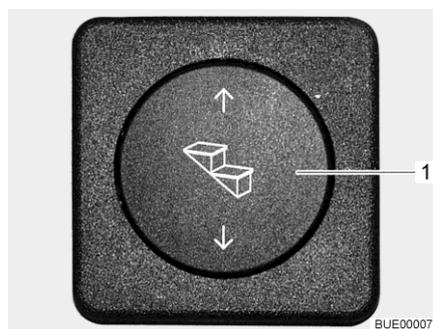

Fig. 1 Interruttore a bilico scalino di ingresso
- Premere in basso l'interruttore a bilico (Fig. 1,1) fino a che lo scalino di ingresso è stato completamente estratto.
- Inserimento: ■ Premere in alto l'interruttore a bilico (Fig. 1,1) fino a che lo scalino di ingresso è completamente inserito.